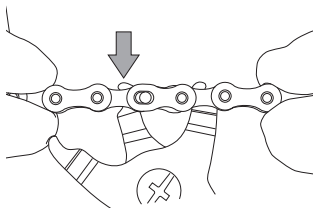

Fig.10
- Introduzca en los eslabones internos, adyacentes al C-Link™, una pinza de cierre del falso eslabón con dientes de grosor inferior a 1,8 mm (Fig. 10).